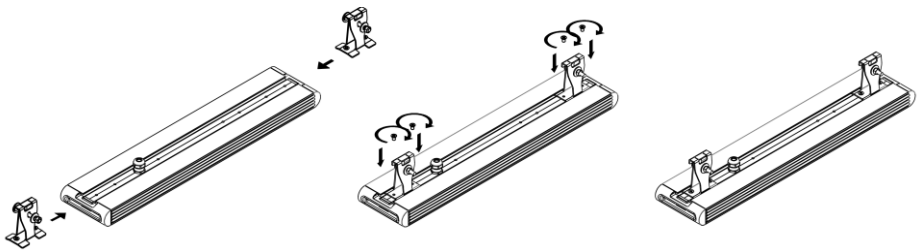

Рисунок 8 — Установка крепления Трос (на примере Element 0,5x1).
5.9.1. Распакуйте крепление и установите на светильнике (см рисунок 8). Заведите крепление в паз на корпусе светильника. Для фиксации крепления на корпусе светильника имеются 4 отверстия. Совместите отверстия на креплении с отверстиями на корпусе. Шаг между винтами на креплении должен совпасть с шагом между винтами на корпусе. Вкрутите четыре винта М5, идущих в комплекте для фиксации крепления на корпусе светильника. Крепление должно встать симметрично поперечной оси светильника (см. рисунок 4, е).